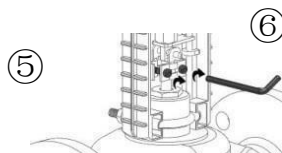

Рис. 8
- 4. Соедините шток привода и шток клапана (Рис.8). Переместите зажимной хомут, ранее отвинченный, на середину, чтобы зажать шток клапана (выпуклость в середине хомута совмещена с канавкой штока привода), а затем затяните два винта, чтобы хомут был надежно закреплен. Инструмент для установки: шестигранный ключ $S = 5$ мм.